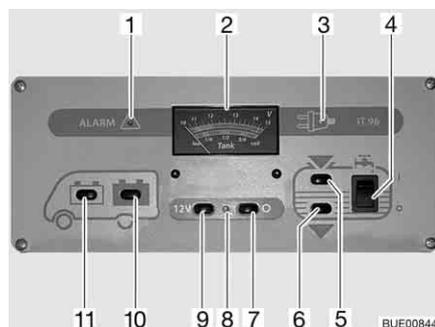

Fig. 135 Panel IT 96-2
El interruptor principal de 12 V (Fig. 135,7 y 9) conecta y desconecta el panel y la alimentación de 12 V del habitáculo.
**Conectar:** ■ Pulsar el interruptor (Fig. 135,9) "12 V": La alimentación de 12 V del habitáculo está conectada. La luz de control (Fig. 135,8) se enciende de color verde.
**Desconectar:** ■ Pulsar el interruptor (Fig. 135,7) "O": La alimentación de 12 V del habitáculo está desconectada. La luz de control (Fig. 135,8) se apaga.
Observar la escala superior del instrumento indicador V/depósito (Fig. 135,2). El instrumento indicador se ilumina automáticamente al accionar el interruptor.
- Pulsar el interruptor (Fig. 135,11) "🔋": Indica la tensión de la batería del motor de arranque.
- Pulsar el interruptor (Fig. 135,10) "🔋": Indica la tensión de la batería del habitáculo.
Observar la escala inferior del instrumento indicador V/depósito (Fig. 135,2). El instrumento indicador se ilumina automáticamente al accionar el interruptor.
- Pulsar el interruptor (Fig. 135,5) "": Indica la cantidad de agua.
- Pulsar el interruptor (Fig. 135,6) "": Indica la cantidad de aguas residuales.
- Pulsar el interruptor basculante (Fig. 135,4) por arriba "I": El suministro de agua está conectado.
- Pulsar el interruptor basculante (Fig. 135,4) por abajo "O": El suministro de agua está desconectado.
La luz roja de "ALARMA" (Fig. 135,1) parpadea en cuanto la tensión de la batería del habitáculo baja de 11 V (medición durante el servicio) y hay peligro de descarga completa.
Se enciende la luz de control de 12 V (Fig. 135,8) cuando se conecta el interruptor principal de 12 V (Fig. 135,9).
Se enciende la luz de control de 230 V (Fig. 135,3) amarilla cuando hay tensión de red en la entrada del bloque eléctrico.